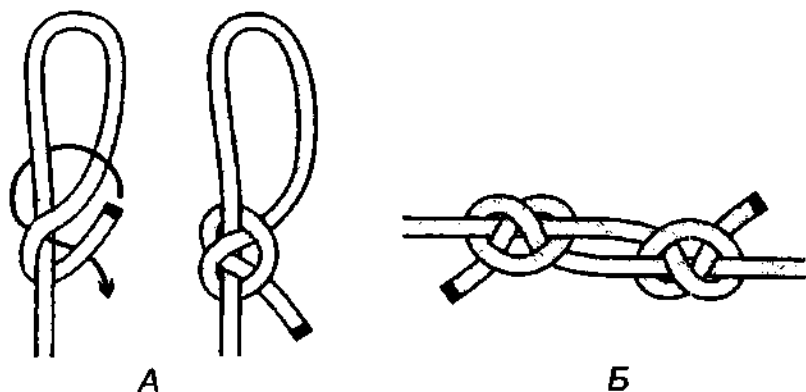

Рис. 391. А – **затягивающийся обратный штык**; Б – узел для связывания двух верёвок – **богатырский узел**.
**Затягивающийся обратный штык** является и отличной регулируемой петлёй и замечательным узлом для крепления верёвки к опоре (рис. 391, 529). **Затягивающийся обратный штык** – это **сваечный узел**, завязанный с петлёй, а также это **регулируемая коровья петля**, у которой полуштыки положены в обратном порядке и из-за этого плечо петли работает как **самозатягивающийся узел**, что и делает его такой надёжной и крепкой петлёй. Чем больше нагрузка, тем сильнее плечо петли затягивает ходовой конец. Узел **затягивающегося обратного штыка** цепко схватывает коренной конец, и петля великолепно держит не только на мягкой, но и на жёсткой верёвке. Как бы сильно не затянулся узел, петля всегда легко и быстро развязывается. На завязывание петли уходит очень мало верёвки.